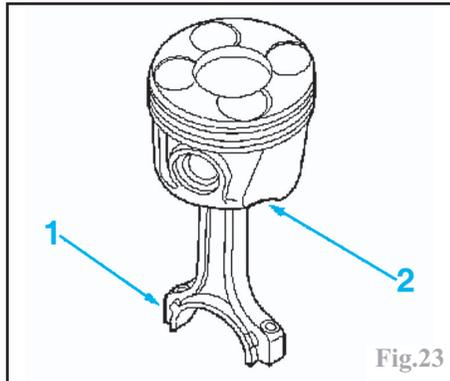

Fig.23
Respecter la position de montage. Reposer la tige de bielle sur le piston de sorte que le numéro estampé dans la bielle (1) soit placé face au renforcement du gicleur d'huile dans le piston (2) (Fig.23). La flèche sur la tête de piston doit être dirigée côté distribution.